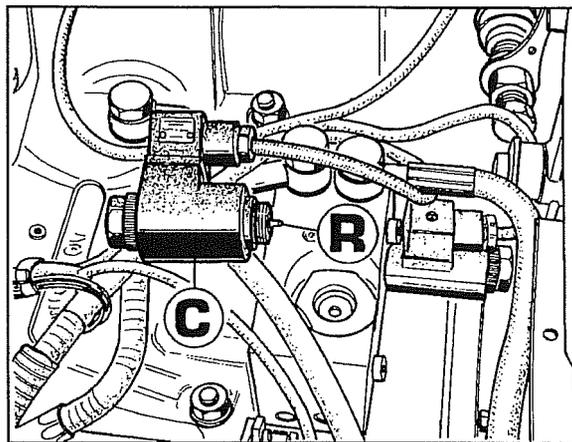

Fig. 15
- a. Volver a montar la bobina **C** fig.15 en el solenoide.